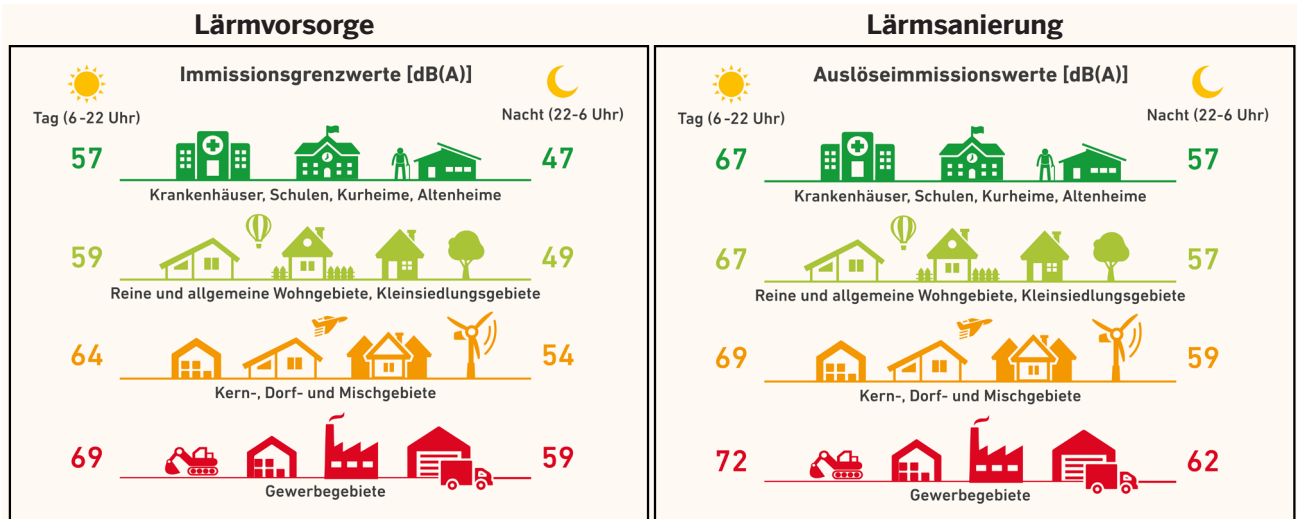

Abb. 1: Vergleich der Grenz- bzw. Auslösewerte gem. 16. BImSchV
**Immissionsgrenzwerte:** zulässige Immissionspegel entsprechend den Gebietsnutzungen bei Lärmvorsorge (siehe Abb. 1)
**Auslösewerte:** zulässige Immissionspegel entsprechend den Gebietsnutzungen bei Lärmsanierung (siehe Abb. 1)